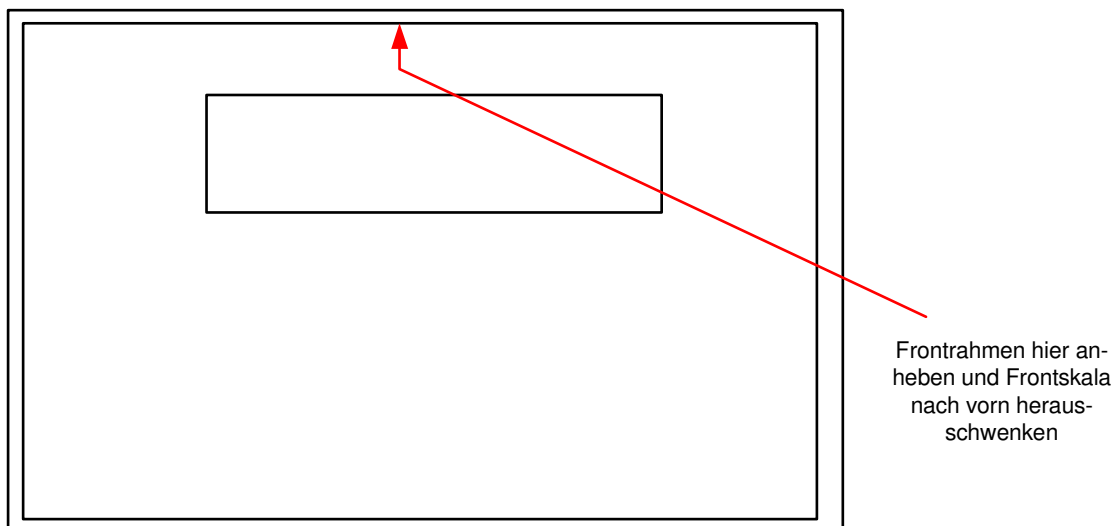

Abb. 5: Demontage Frontskala
7. Die Frontskala entfernen (Frontskala oben mittig aushebeln und nach vorn heraus-schwenken, dann unten ausheben, siehe Abb. 5).
4. Frontskala entfernen (Frontskala oben aushebeln und nach vorn herausschwenken, dann unten ausheben, siehe Abb. 5).
6. Frontskala entfernen (Frontskala oben aushebeln und nach vorn herausschwenken, dann unten ausheben, siehe Abb. 5).